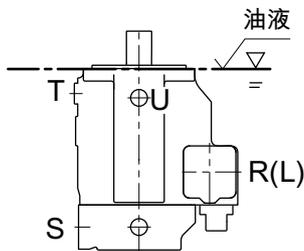

图 1
a) 当最低油位等于或高于泵安装法兰区域时：油口 »R/L«，»T« 和 »S« 打开（请参见图 1）。